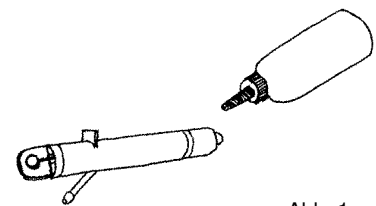

Abb. 1
- Einführhilfe vorne mit Gleitgel versehen (Abb. 1).